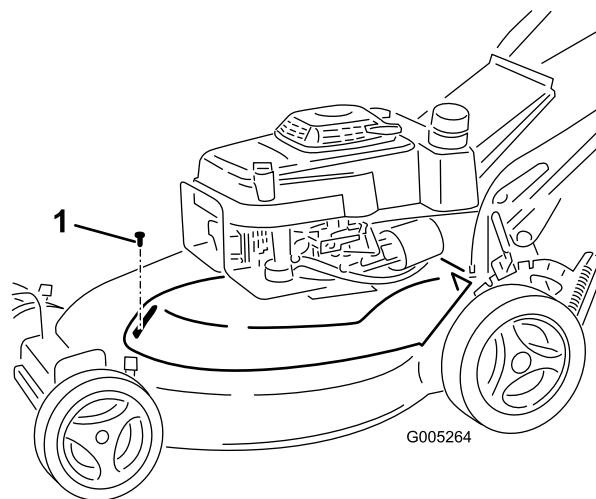

Figura 31
3. Togliete la vite che fissa il paracinghia alla scocca del tosaerba (Figura 31).